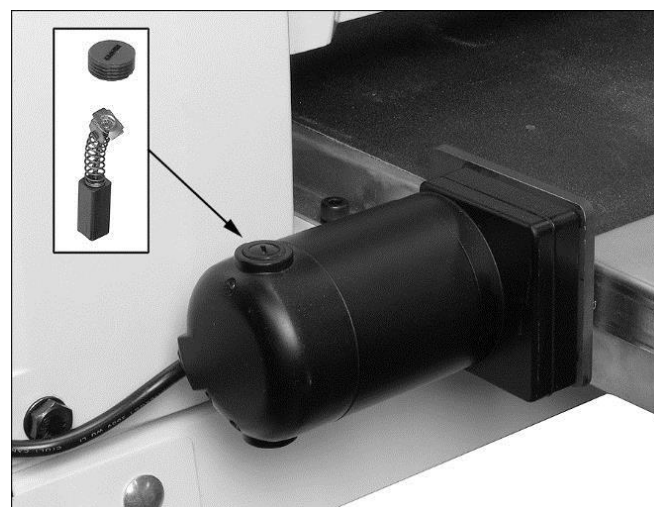

Рис. 10-4
2. Отвинтите и снимите крышку при помощи шлицевой отвертки. См. рис. 10-4.